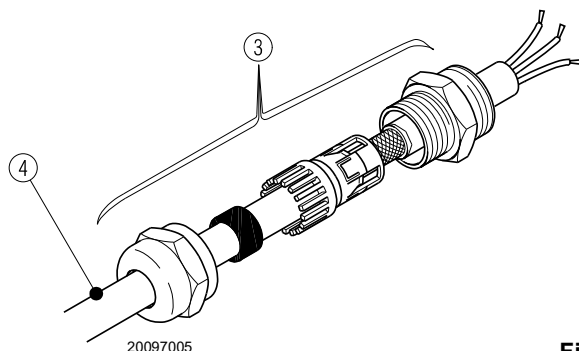

Fig. 31
- Effectuer le blindage du câble 4) provenant du VSD (Inverter) comme illustré sur la Fig. 31, en utilisant le raccord 3) ;